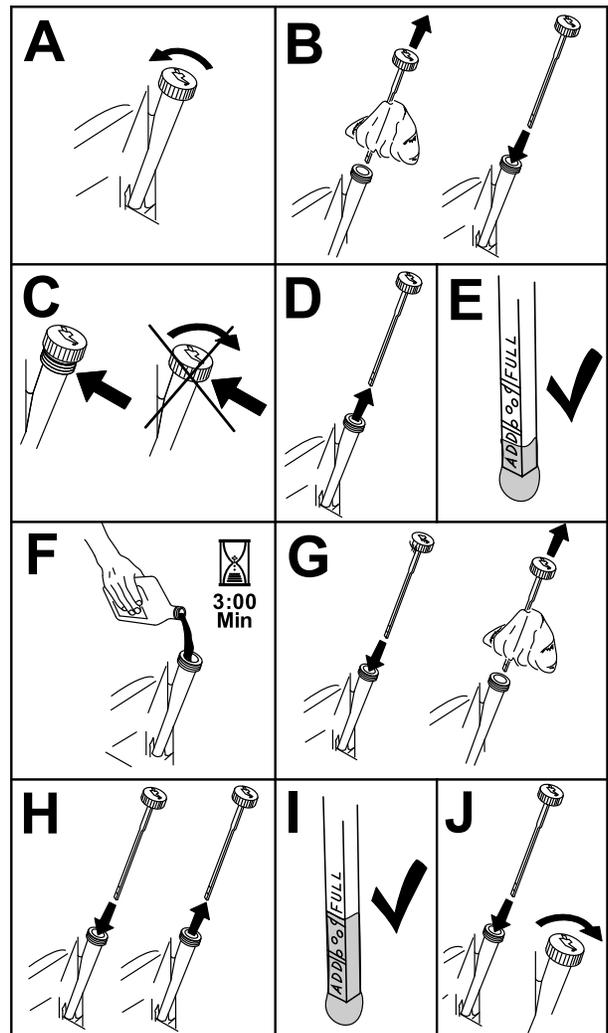

図 48
3. エンジン内部に異物が入らないように、オイルキャップやディップスティックの周囲をきれいにする 図 48。